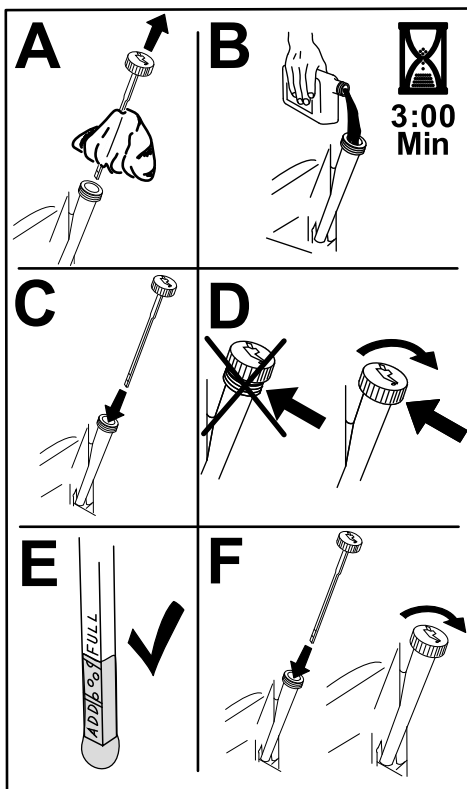

Figure 36
5. Versez lentement environ 80 % de l'huile spécifiée dans le tube de remplissage, puis faites l'appoint lentement jusqu'à ce que le niveau atteigne le repère maximum (Full) (Figure 36).
3. Remplissez le carter moteur d'huile neuve du type correct (Figure 36).